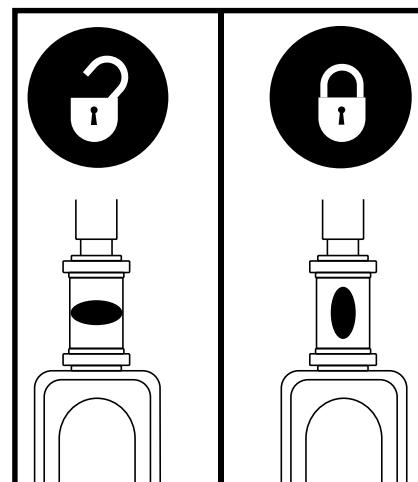

Figura 18. Bloccasterzo
1. Estrarre la chiave dall'apposito interruttore e bloccare il manubrio in posizione diritta in avanti spingendo la manopola di blocco del manubrio e ruotandola in senso orario di 90°. Vedere figura 18. La ruota anteriore deve essere rivolta in avanti per bloccare il manubrio.
6. Sbloccare la ruota anteriore ruotando il manubrio di 90° in senso antiorario. **Vedere figura 18.**